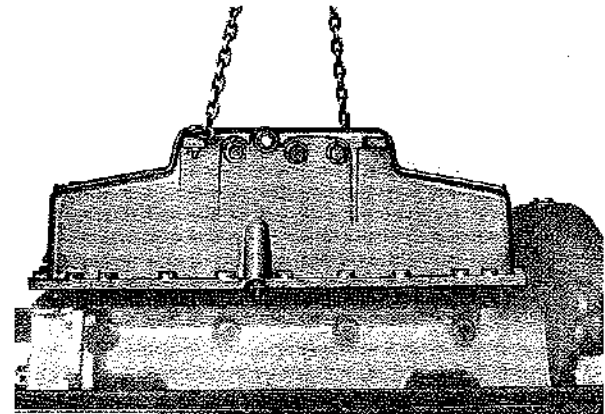

Fig. 60
- Coppa olio (Fig. 60) serrando le viti a **3 kgm**, alternativamente sui lati per evitare deformazioni o perdite d'olio.